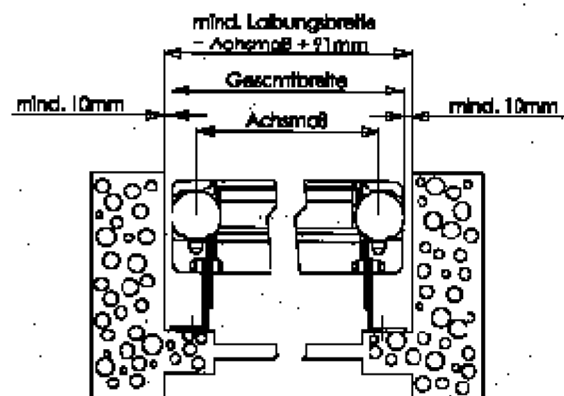

Bild 7.2.1
Eine Laibungsmontage einer einteiligen Anlage sehen Sie in Bild 7.2.1. Nachfolgendes sollten Sie dabei beachten:
- überprüfen Sie zunächst, ob der vorhandene Platz die Montage zuläßt, den Mindestplatzbedarf für eine Laibungsmontage können Sie Bild 7.2.1 entnehmen